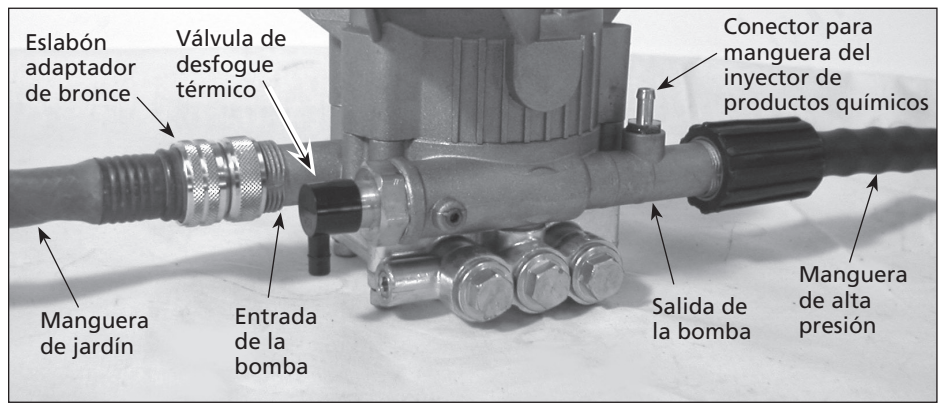
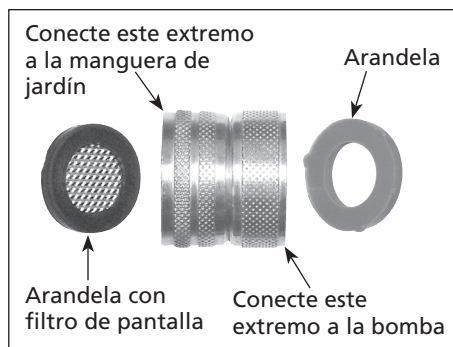
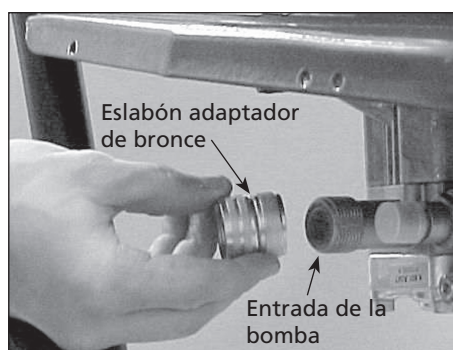

Figura 2 - Conexión de la bomba
Figura 4 - Eslabón adaptador de bronce
Figura 5 - Conecte el eslabón adaptador a la bomba
- Adaptador giratorio de bronce (vea la Figura 2). Si ya no está conectado a la entrada de la bomba, arme el eslabón adaptador y conéctelo a la entrada de la bomba (Figura 4 y Figura 5). Asegúrese de conectar el lado correcto del eslabón adaptador a la bomba.